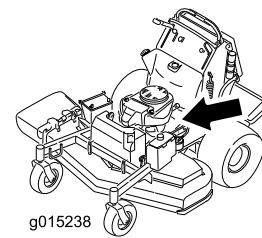

Figura 46
3. Cambie el filtro de aceite del motor (Figura 46).